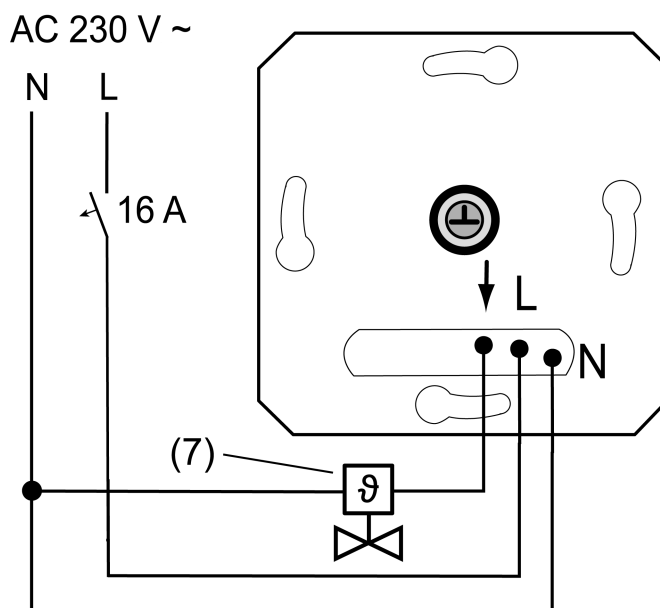
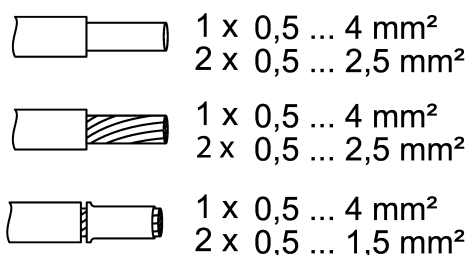

Bild 2: Anslutningsexempel för insatsen
Bild 3: Ledararea som kan anslutas
- Anslut den elektrotermiska ställmotorn (7) till insatsen (1) enligt anslutnings-schemat (se bild 2). Beakta ledarareorna (se bild 3).
- Sätt på täckramen (2), centralplattan (3) och manövreringsknappen (4).